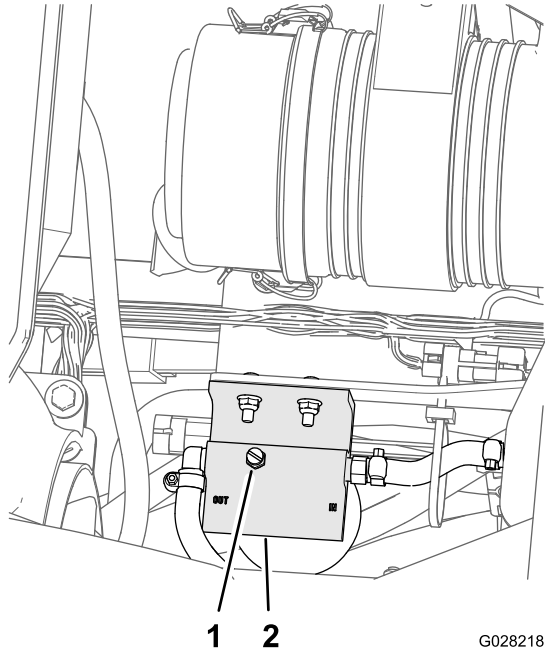

Bild 74
5. Lösen Sie die Entlüftungsschraube oben am Kraftstofffilter/Wasserabscheider (Bild 74).
7. Ziehen Sie die Entlüftungsschraube an und stellen den Anlasser in die AUS-Stellung (Bild 74).